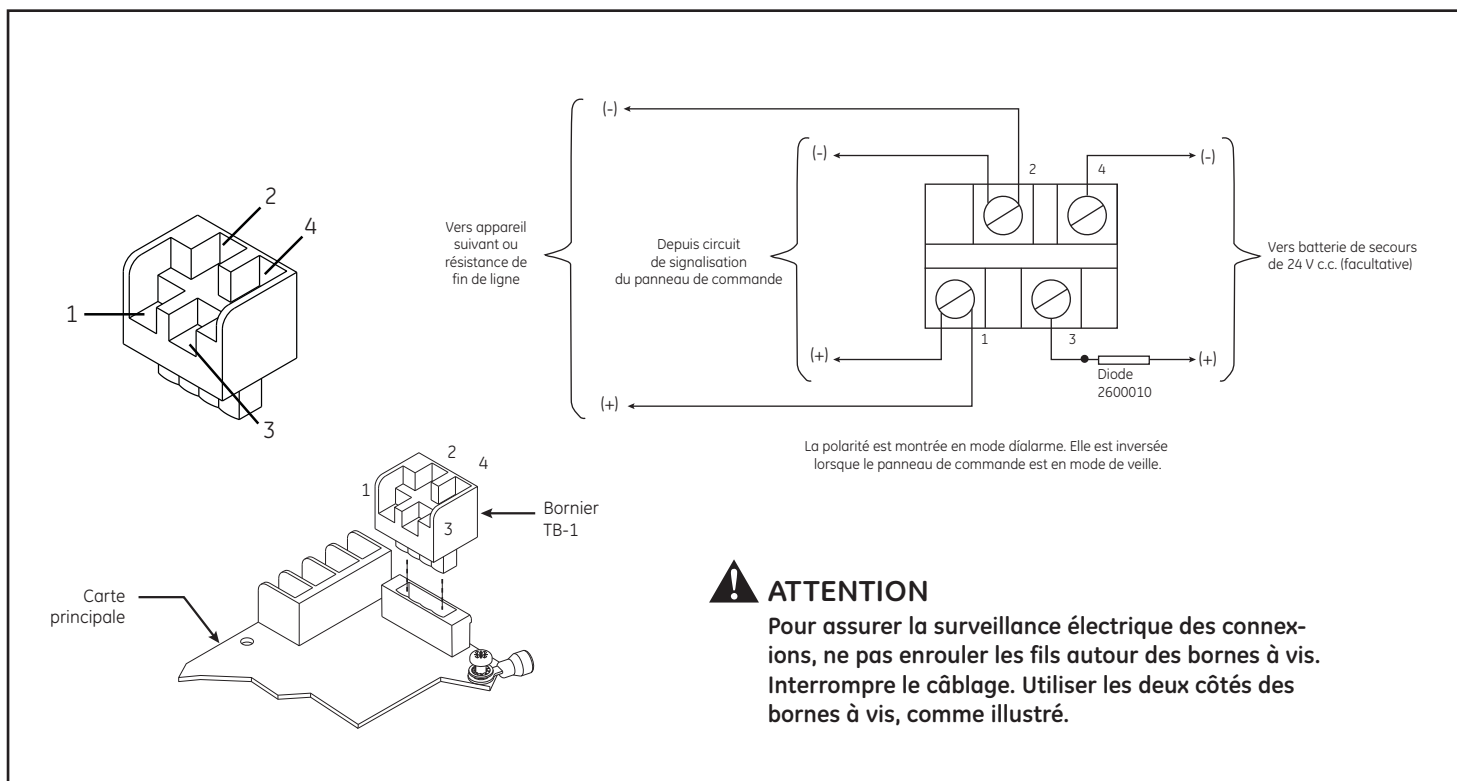

Figure 3. Raccordement du câblage au bornier TB1
Pour assurer la surveillance électrique des connexions, ne pas enrouler les fils autour des bornes à vis. Interrompre le câblage. Utiliser les deux côtés des bornes à vis, comme illustré sur la figure 3.
- b. Brancher l'alimentation aux bornes 1 et 2 de TB1 sur la carte principale, comme illustré sur la figure 3. Respecter la polarité.
- c. Brancher les fils conduisant à l'appareil suivant ou à la résistance de fin de ligne entre les bornes 1 et 2 de TB1 sur la carte principale, comme illustré sur la figure 3. Respecter la polarité.
- d. (Option). Brancher la batterie externe 24 V c.c. (non fournie) en série avec la diode fournie (pièce no 2600010) entre les bornes 3 et 4 de TB1 sur la carte principale, comme illustré sur la figure 3 et suivant les inscriptions sur la diode.
REMARQUE: On peut débrancher le bornier TB1 de la carte principale afin d'effectuer les raccordements illustrés sur la figure 3.